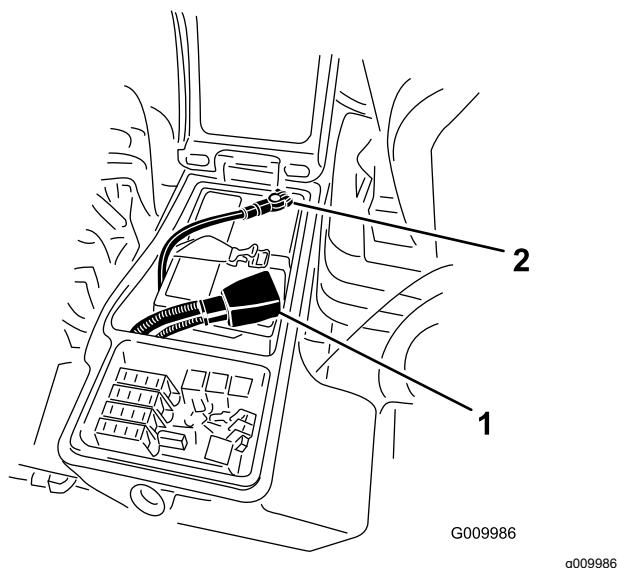

Bild 98
3. Klemmen Sie das Minuskabel (Schwarz) vom Minuspol (-) des Akkus und das Pluskabel (Rot) vom Pluspol (+) des Akkus ab (Bild 98).
- Klemmen Sie das Pluskabel (Rot) am Pluspol (+) des Akkus und das Minuskabel (Schwarz) am Minuspol (-) des Akkus an (Bild 98).